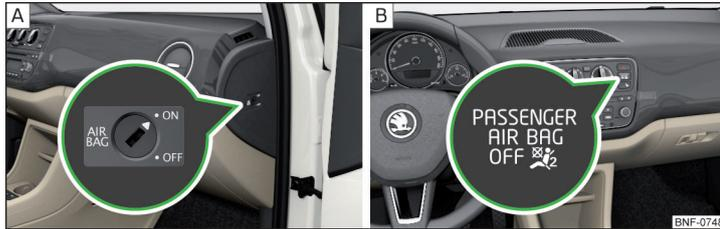

Fig. 9 Conmutador de llave para el airbag lateral del acompañante/Testigo para el airbag delantero del acompañante
El airbag frontal del acompañante se puede desconectar con el conmutador de llave » [fig. 9 de la pág. 21 - !\[\]\(8c57b89803f96ec6a85c7bf6d7f021a5\_img.jpg\)](#).
Posiciones del conmutador de llave » fig. 9 - A
- ON** El airbag frontal del acompañante está encendido - después de conectar el encendido **no ilumina** el testigo de control **OFF** » fig. 9 - B